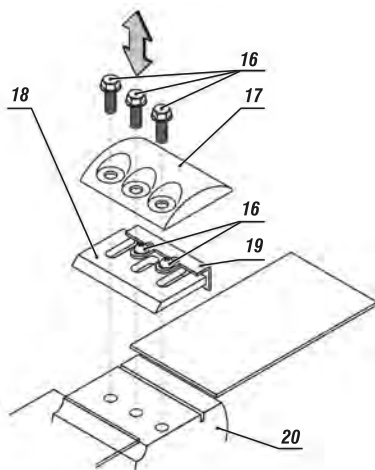

fig. 10 - substituição das lâminas
3. Remova: a proteção (17), a lâmina (18) e a placa de ajuste (19);
4. Solte os parafusos (16) remova a placa de ajuste (19) e a lâmina (18), conforme fig. 10;